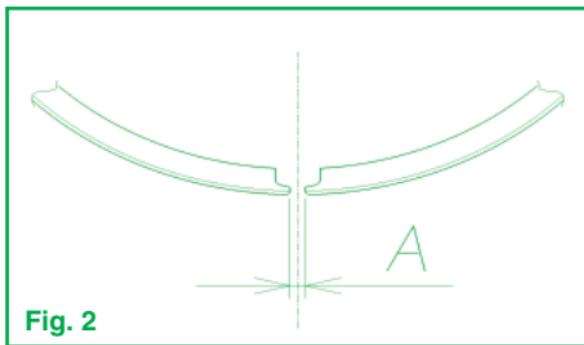

Fig. 2
- c – À l'aide d'une jauge d'épaisseur mesurez la distance entre les extrémités du segment (porte) ; porte minimum : A = 0,15 mm voir Fig. 2.